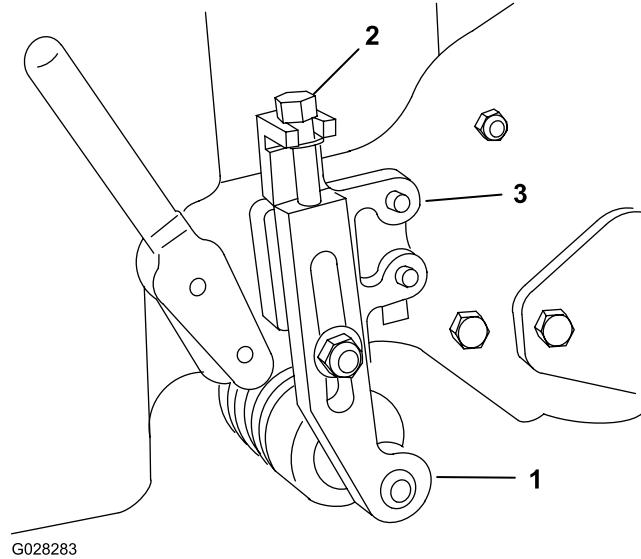

Рисунок 4
- 1. Снимите контргайки, которые крепят рычаги регулировки высоты скашивания к кронштейнам высоты скашивания (Рисунок 4).
- 3. Снимите регулировочный винт с рычага регулировки высоты скашивания (Рисунок 4).